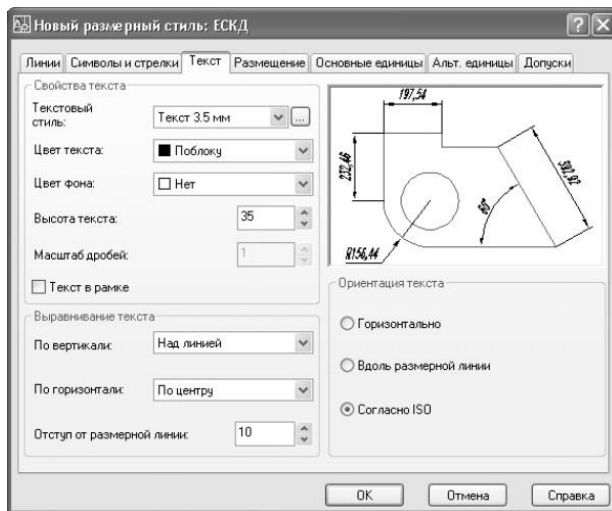

Рис. 11.5 Параметры размерного текста для нового стиля ЕСКД
11. Перейдите на вкладку Текст и установите параметры размерного текста в соответствии с рис. 11.5: из списка Текстовый стиль выберите стиль Текст 3.5 мм; параметру Высота текста присвойте значение 35; параметру Отступ от размерной линии присвойте значение 10; в группе Ориентация текста выберите переключатель Согласно ISO.
**Примечание.** Как видно из рис. 11.5, после настройки основных параметров нового стиля изображение в области предварительного просмотра приобрело вполне корректный вид.